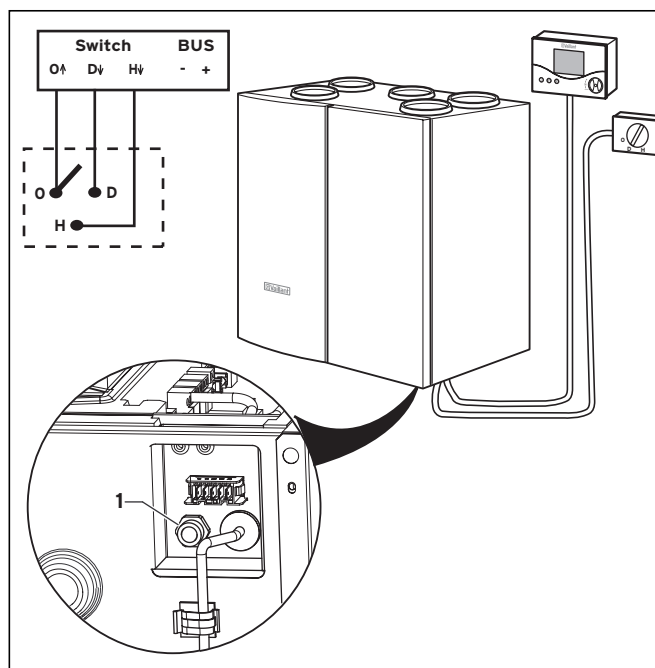

Abb. 4.15 Elektrischer Anschluss des 3-Stufen-Schalters
- Schließen Sie die drei Leitungen entsprechend der Abb. 4.15 an die Klemmen „O↓“, „D↑“ und „H↑“ an.
- Führen Sie das Kabel durch die Zugentlastung (siehe Abb. 4.15) und verschrauben Sie diese.